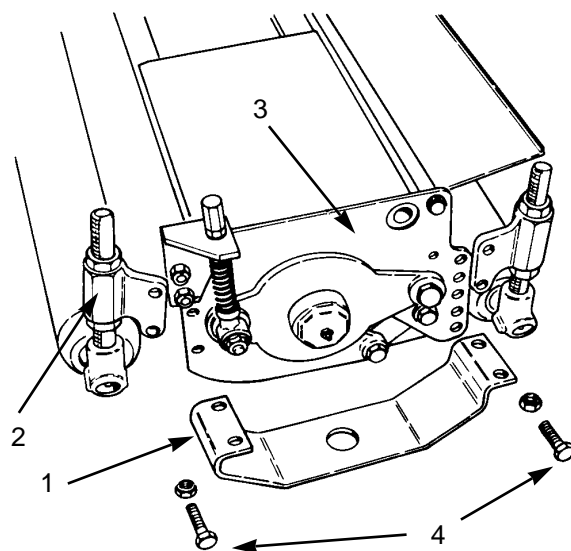
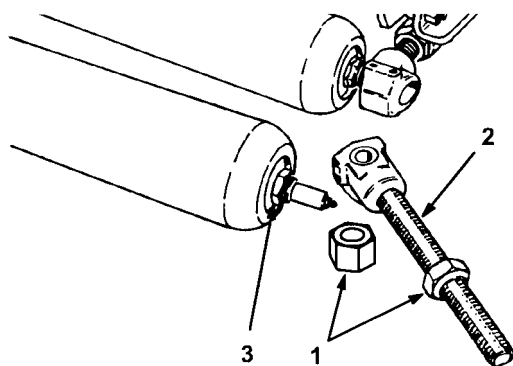

図 33
図 34
1. ガードとローラ・調整ハウジングをサイド・プレートに留めているボルト類を取る(図33)。或いは、上のコーン・ナットを外して調整ハウジングのロッドを取ってもよい(図34)。
2 . ロッド&カラー・アセンブリは、ローラ両端から抜き取れば取り外すことができる（図34）。
重要 新しいローラをカッティングユニットに取り付ける時には、ローラ・シャフトのロックナットがカッティングユニットの右側にくるように（図34；運転席から見たときに）取り付けてください。これにより、使用中にロックナットがゆるむのを防止することができます。